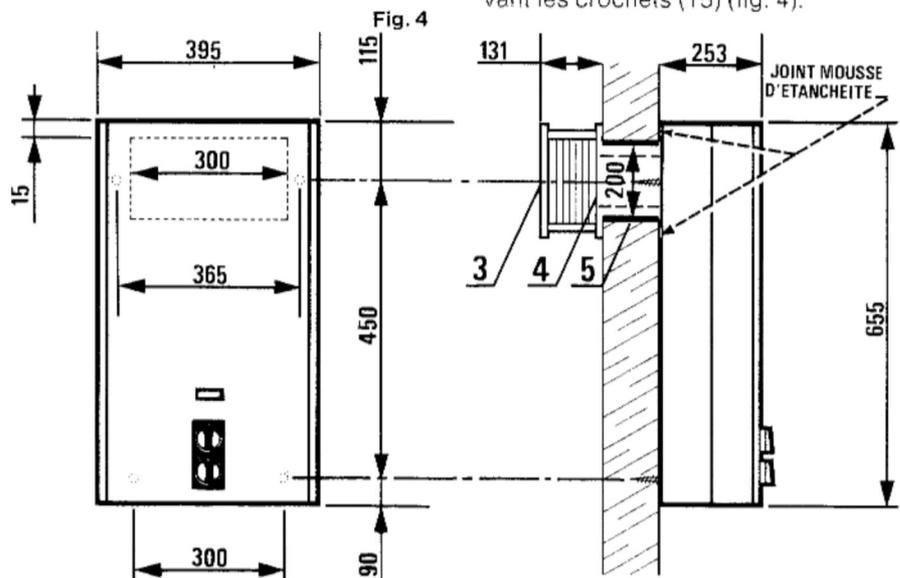

Fig. 5
3) Ventouse extérieure (non illustrée) (voir fig. 5, page 2).
4) Gaine de fumée (non illustrée) (voir fig. 5, page 2).
5) Traversée de mur (non illustrée) (voir fig. 5, page 2).